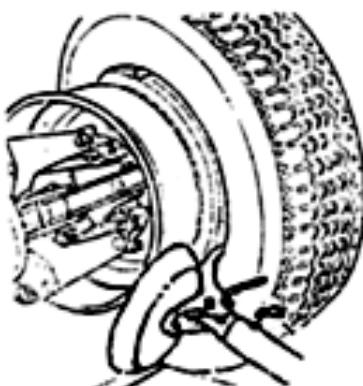

Fig 14
- (5) Поднимите обод и шину, вращайте их по часовой стрелке на 15-20 мм, шина будет располагаться под углом к ободу.
- (6) Убедитесь в том, что монтажный палец направлен на шину. В противном случае опустите блокировку, поверните палец на 180° и зафиксируйте.
- (7) Установите монтажный палец на расстоянии 5 мм от обода.
- (8) Вращайте колесо по часовой стрелке до тех пор, пока фиксатор шины не окажется в крайней нижней точке (рис. 14).
- (9) Снимите тиски с обода и установите инструмент в исходное положение (нерабочее).
- (10) Поверните инструментальную консоль к внешней части шины и зафиксируйте ее.